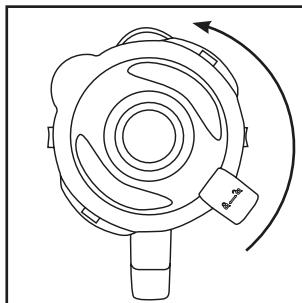
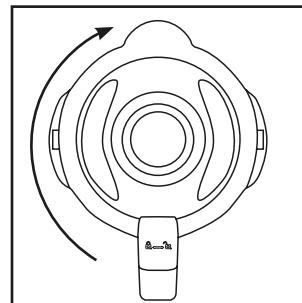

Fig. 1
Fig. 2
- 1) Rotiți recipientul de amestecare **③** în sens anterior până când săgeata ▼ de sub mânerul recipientului de amestecare se află deasupra poziției . Scoateți recipientul de amestecare **③** drept, în sus din blocul motor **⑥**.
- 2) Îndepărtați capacul **②** rotindu-l în sens anterior, în poziția  (a se vedea fig. 1), până când îl puteți ridica.
- 3) Umpleți recipientul de amestecare **③**.
- 4) Apăsați din nou capacul **②** pe recipientul de amestecare **③**. Închideți capacul **②** rotindu-l în sens orar, în poziția  până când se blochează cu un sunet (a se vedea fig. 2). Aveți grijă ca gura de turnare de pe recipientul de amestecare **③** să fie închisă. Motorul poate porni numai după ce capacul **②** este așezat fix.